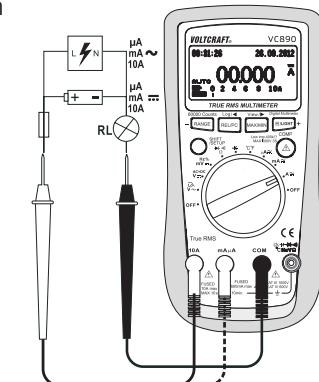

Abb. 3
3. Stecken Sie die rote Messleitung in die m μ A- oder 10A-Messbuchse (5, 6). Die schwarze Messleitung stecken Sie in die COM-Messbuchse (8) (Abb. 3).